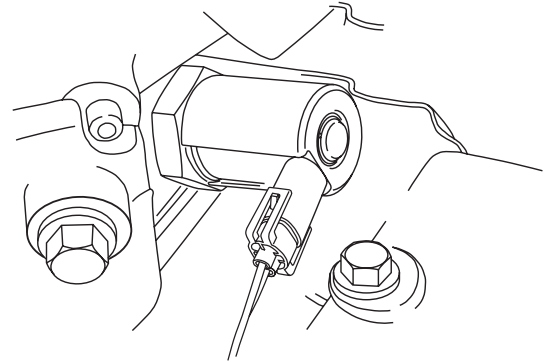

Figura 1
6. Desconecte el arnés del IPR (regulador de presión de inyección). Conecte el Controlador del IPR OTC No. 6764 directamente al IPR. Encuentre el mejor punto de acceso para la conexión, dependiendo del año de modelo del vehículo. Gire el cuerpo de la válvula del IPR si es necesario. Consulte la Figura 1.